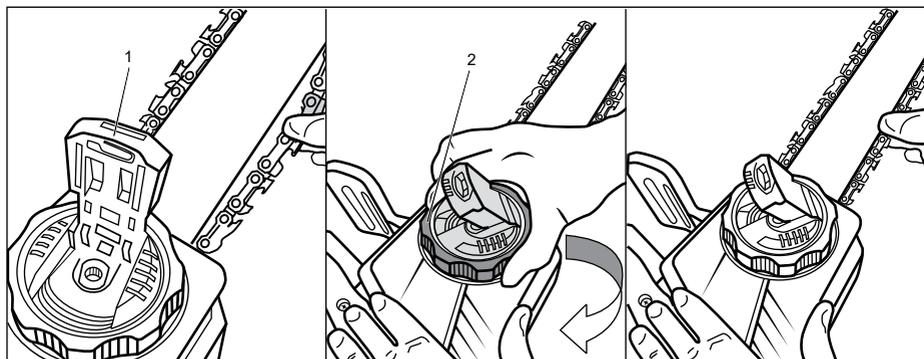

Рис. 7
Для натяжения цепи (рис. 7):
3. После регулировки цепи закрутите прижимную ручку 1 (рис. 7) по часовой стрелке. Убедитесь в надежности соединения.
- открутите крышку масляного бачка 1 и слейте через маслосливную горловину 2 цепное масло (рис. 7а);
Рис. 7а